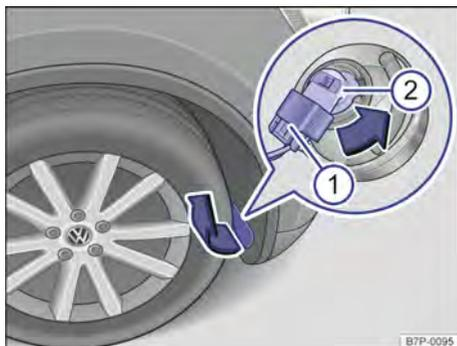

Fig. 236 Na moldura da caixa de roda dianteira direita: substituir a lâmpada incandescente no farol.
3. Levantar com cuidado a cobertura no casco da caixa de roda com a lâmina plana da chave de fenda das ferramentas de bordo → Fig. 236.
9. Encaixar a cobertura na moldura da caixa de roda → Fig. 236.